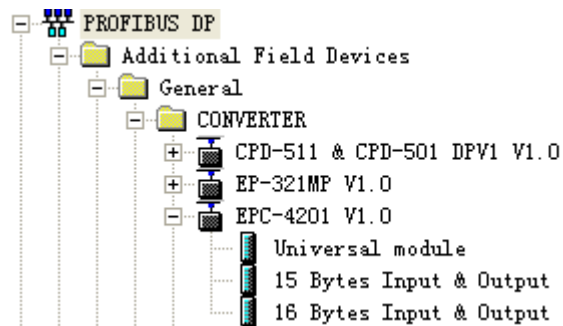

图 6
6. 您可以在这里找到您注册的设备，右侧窗口/PROFIBUS DP/Additional Field Devices/Converter/EPC4201/，如图 6 所示：